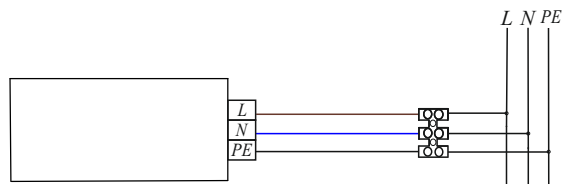

Рисунок 1
-При помощи соединительных клемм подключите сетевые провода с соответствующими выводами светильника согласно схеме подключения (см. рисунок 1). Монтаж светильника может производиться в любом положении.